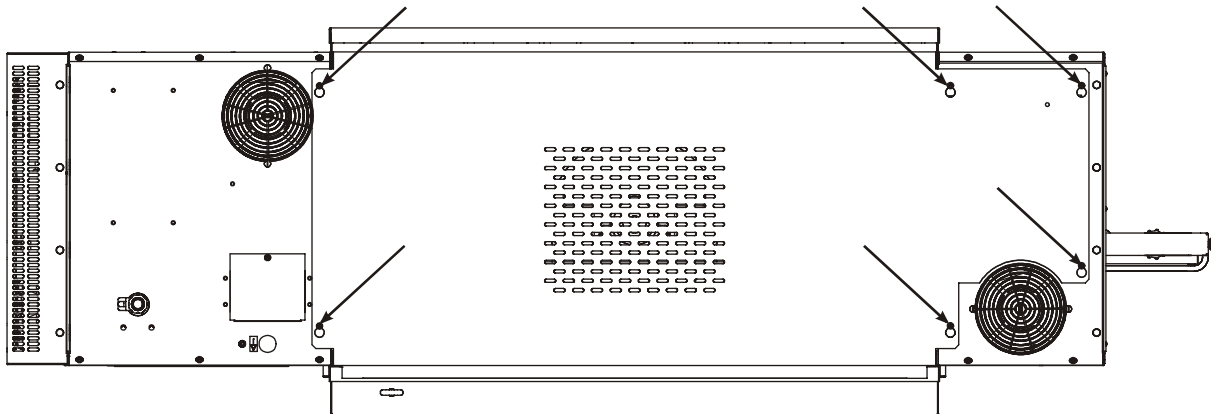

Figura 4-40.
1. Compruebe que la correa del calefactor / ventilador tiene la tensión adecuada y para comprobar su estado. Para llegar hasta la correa, afloje los seis tornillos (Figura 4-40) situados en la parte posterior y alce y saque la tapa.